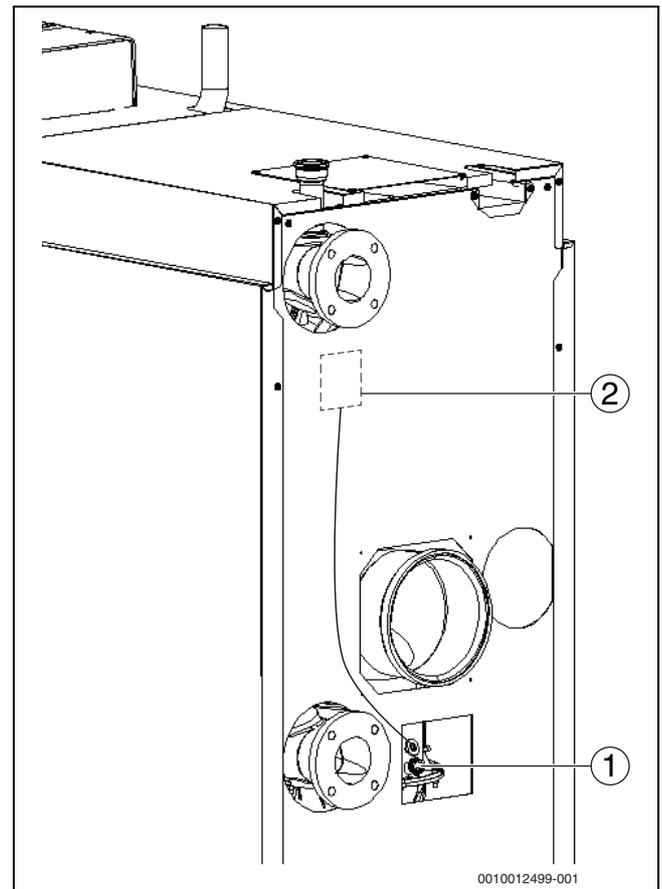

Bild 33 Messwerte aufnehmen (Kesselgröße 150-300 kW)
- ▶ Messfühler durch die Messöffnung (→ Bild 33, Seite 31) im Abgassammler in den Kernstrom halten und O₂-Gehalt kontrollieren.
- ▶ Messfühler durch die Messöffnung (→ Bild 33, Seite 31) im Abgasrohr in den Kernstrom halten und O₂-Gehalt kontrollieren.
- ▶ Folgende Messungen an der Messstelle im Kesselanschlussstück (→ Bild 33 und 34) durchführen und im Inbetriebnahmeprotokoll (→ Kapitel 17.6, Seite 69) eintragen: